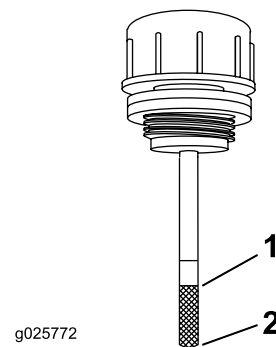

Bild 70
5. Reinigen Sie den Bereich um den Peilstab des Hydraulikanlagenbehälters (Bild 70).
6. Nehmen Sie den Peilstab aus dem Hydraulikbehälter heraus (Bild 70).
8. Ziehen Sie den Ölpeilstab heraus und schauen Sie das Ende an (Bild 70). Wenn der Ölstand an der Auffüllen-Markierung liegt, gießen Sie langsam so viel Öl in den Hydraulikbehälter, um den Ölstand auf die Voll-Markierung anzuheben.